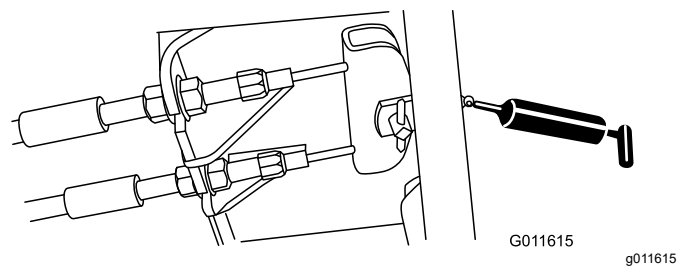

Figura 70
- Pedal do travão (1) – Figura 70